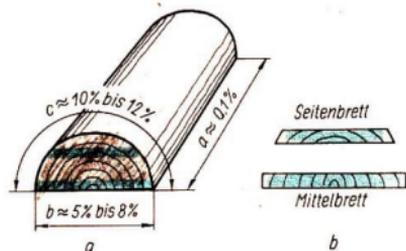

Bild 61/1 Schwinden des Holzes
**Schwinden.** Ist die Luft trockener als das Holz, gibt das Holz Feuchtigkeit ab. Seine Abmessungen werden kleiner, das Holz schwindet. Die Schwundbeträge sind nicht nach allen Seiten gleich (Bild 61/1).
1. Betrachte das Bild 61/1! Begründe, warum sich das Seitenbrett nach oben wölbt!
2. Betrachte das Bild 61/1! Stelle fest, nach welcher Richtung der Schwundbetrag am größten und nach welcher Richtung er am kleinsten ist!